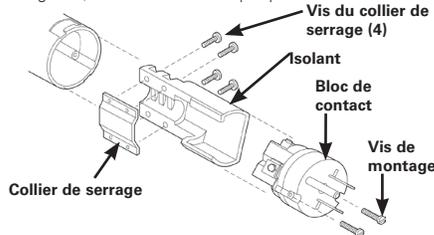

Figure 1
1. Desserrer les deux vis de montage (# 4-40 x 5/8" de long) en face fiche mais ne pas enlever toute la façon de maintenir en captivité fonctionnalité. Enlever le bloc de contact, l'isolant et le collier de serrage du cordon. Noter le sens de l'isolant avant de l'enlever complètement (voir la figure 1). Faire attention à ne pas perdre les vis de montage.